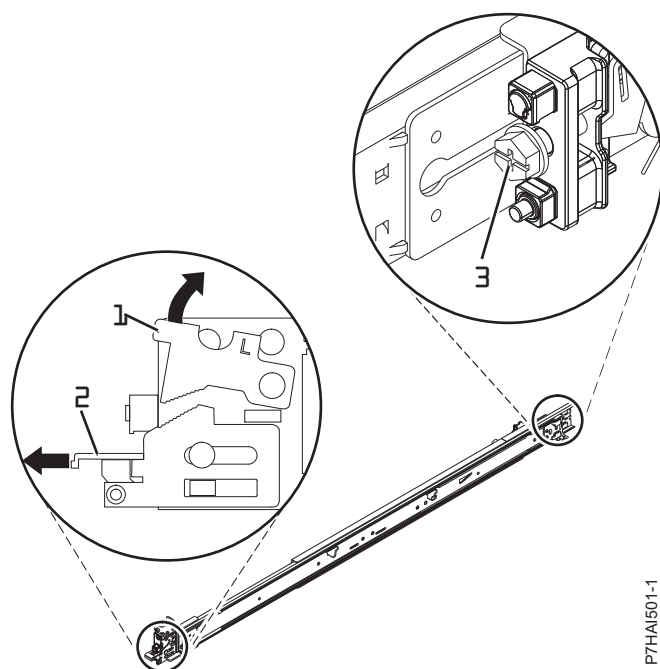

Figura 19. Abrindo a Trava Frontal e Removendo o Parafuso Traseiro
2. Empurre para cima a presilha de travamento (1) na parte frontal e retire a trava frontal (2) na parte frontal do trilho. Em seguida, remova o parafuso da parte traseira do trilho (3). Para obter detalhes, consulte Figura 19.